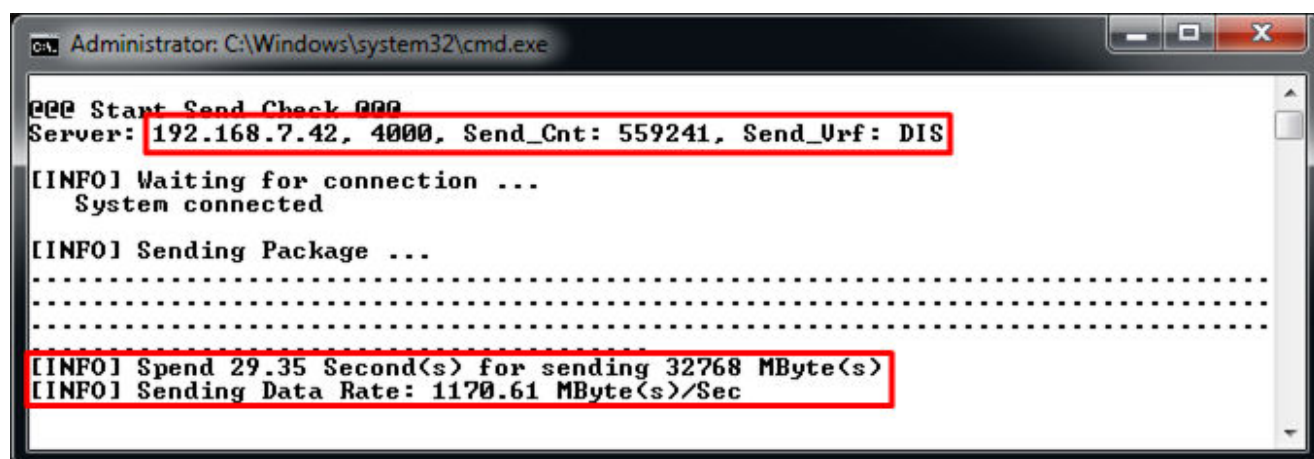

図 19: パフォーマンステストモードの受信デモ
- テストアプリケーションは図 19 に示すように転送中”...”を表示します。指定データ数のデータ転送が完了すると総転送数と所要時間および転送パフォーマンスが表示されます。